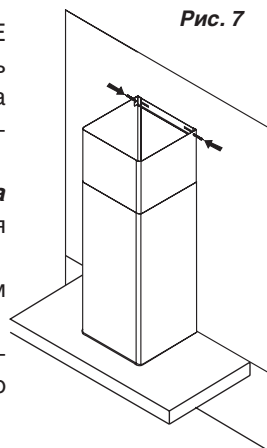

Рис. 7
14. Поместите внутреннюю часть короба в наружную. Установите наружную часть короба на корпус воздухоочистителя. Внутреннюю часть короба поднимите вверх до совмещения узлов крепления короба и планки крепления декоративного короба и соедините их (**Рис. 7**).